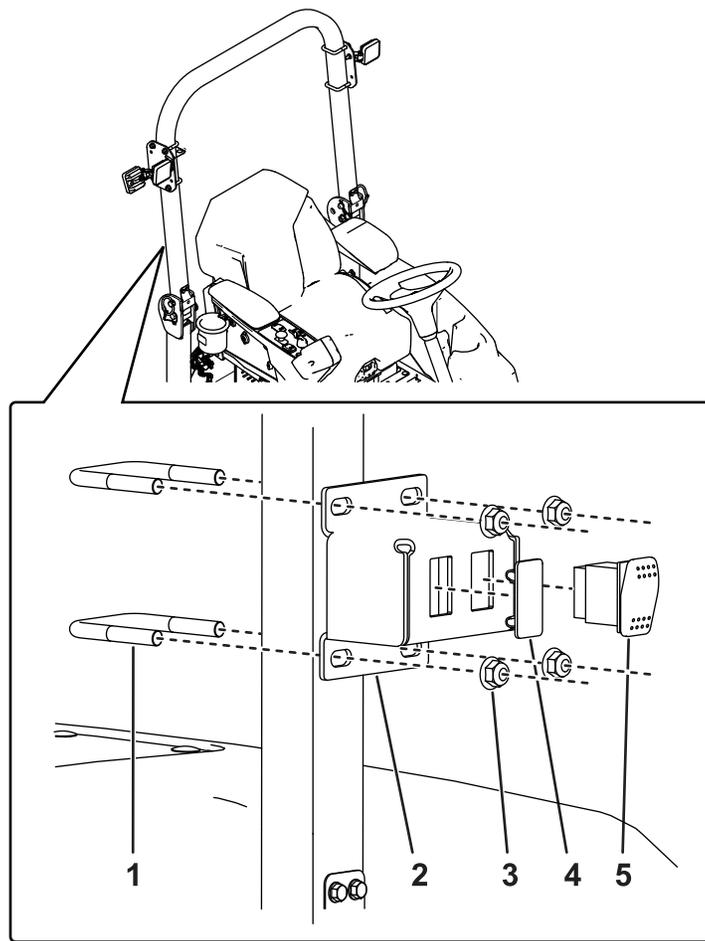

Bild 3
3. Bringen Sie den Schalter und den Blindstopfen an der Schalterhalterung an, wie in Bild 3 dargestellt.
4. Befestigen Sie die Schalterbaugruppe mit zwei U-Bügel und zwei Sicherungsmuttern (3/8") am vorderen Teil des Überrollbügels, wie in Bild 3 dargestellt.